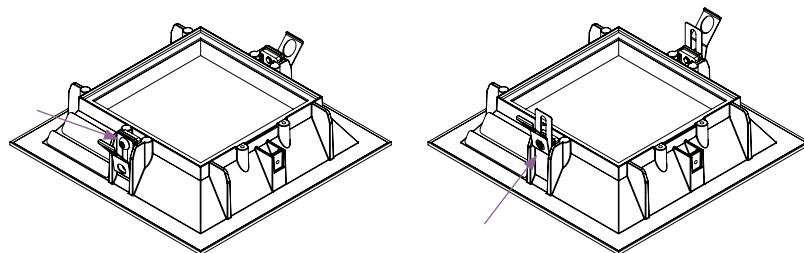

fig. 12
- c. Vuelva a apretar el tornillo (consulte la fig. 12).